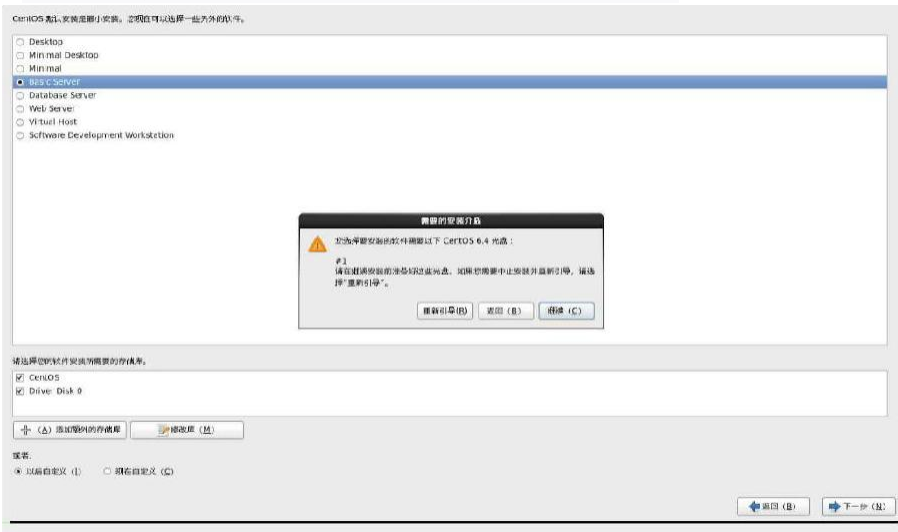

图 6-40
u. 单击下一步，系统提示准备好安装介质光盘，如图 6-40 所示。